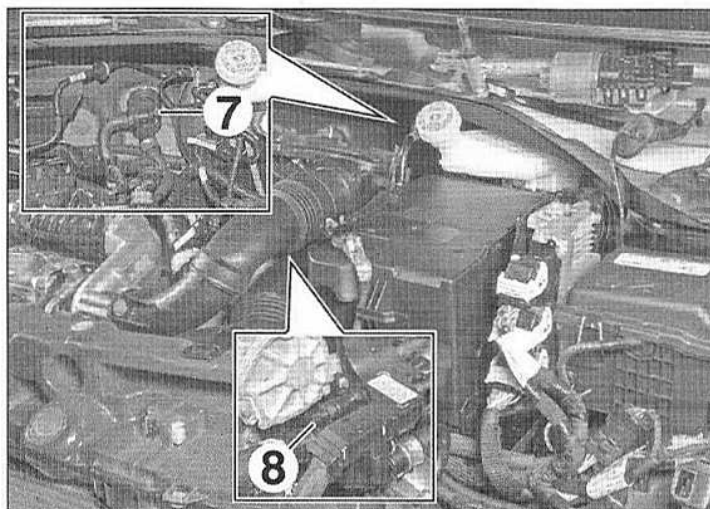
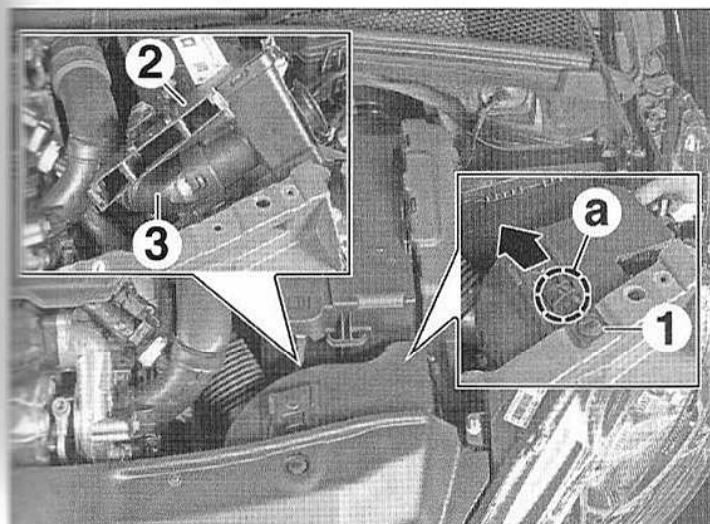

FIG.27
FIG.24
- Déposer l'agrafe (1) (Fig.24).
- Déposer l'ensemble résonateur d'air (2) et conduit d'air (3).
- Ouvrir les vis de purge situées sur la durite de chauffage (7) et sur le boîtier thermostatique (8) (Fig.27).